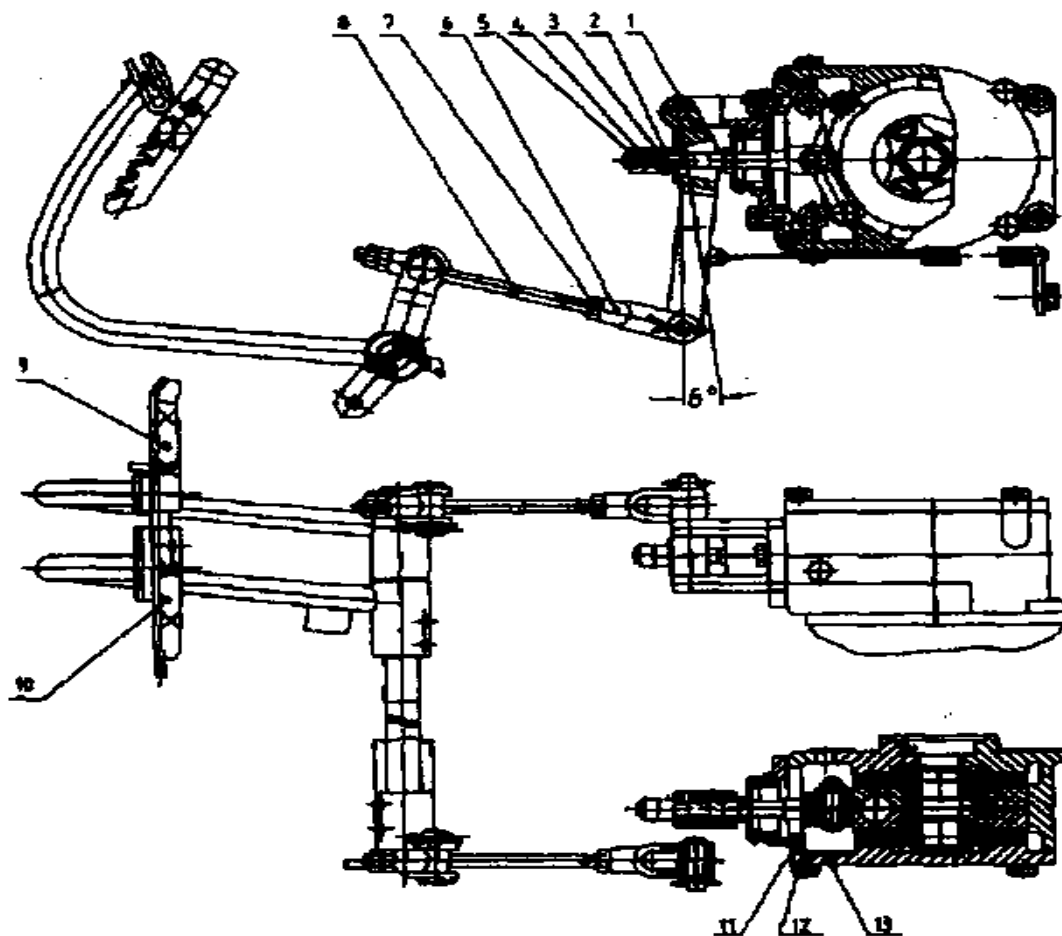

Рис. 13 Регулировка дискового тормоза
- c. Разное усилие на правую и левую педали тормоза, что вызывает отклонение тормозного пути. Рис. 13 показывает структуру дискового тормоза, которая состоит из собственно тормоза и механизма управления. Регулировка заключается в следующем: